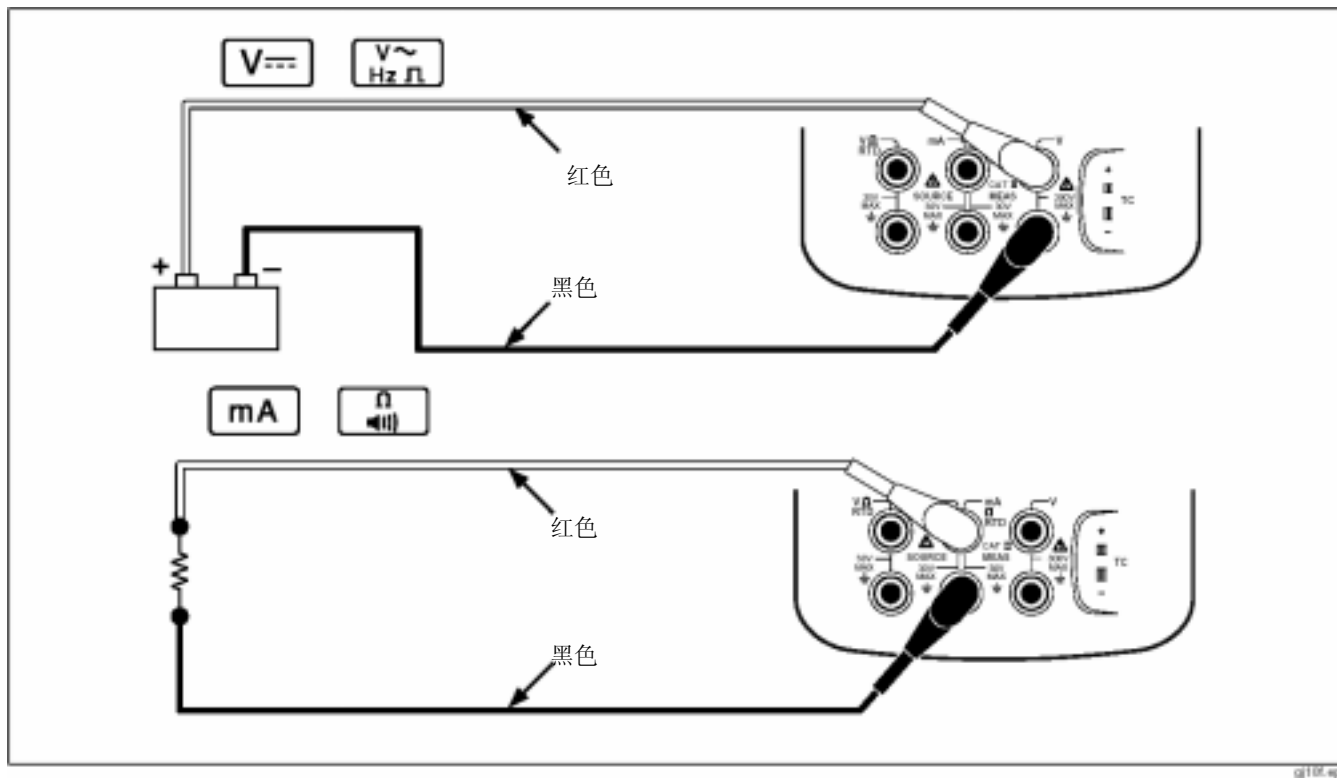

图 10 电气测量连接
开启校准器时，首先进入直流电压测量功能。图 10 显示了电气测量连接。要在 **SOURCE**（输出）或 **MEASURE/SOURCE**（测量/输出）模式下选择一个电气测量功能，首先按  进入 **MEASURE** 模式，然后操作如下：
2. 如图 10 所示根据测量功能连接测试线。
4. 如图 10 所示，将校准器连接到被测电路。